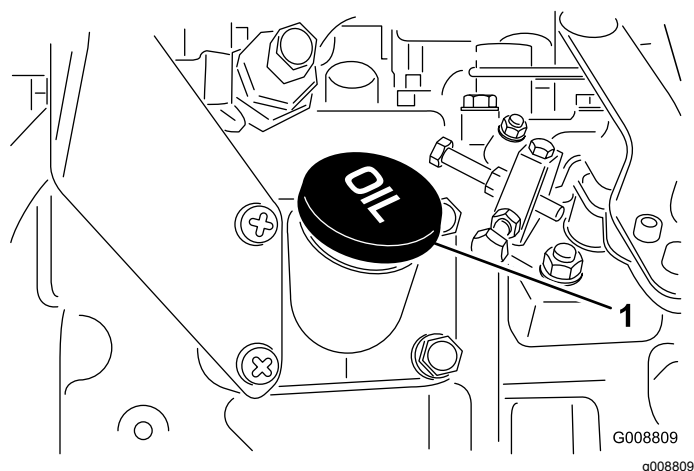

Figure 13
4. Si le niveau d'huile n'est pas dans les limites de sécurité, enlevez le bouchon de remplissage (Figure 13) et faites l'appoint jusqu'à ce que le niveau correct soit atteint. **Ne remplissez pas excessivement.**